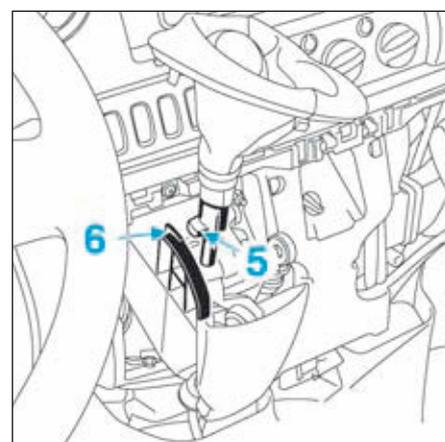

FIG.53
- Le jeu entre la gâchette (5) et la butée (6) doit être de 10 mm (Fig.53).